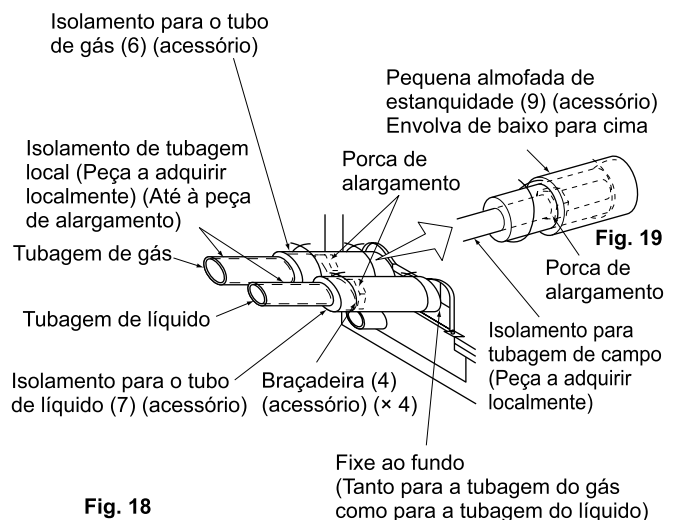

Fig. 18
- Certifique-se de que realiza os trabalhos de isolamento térmico na secção de ligação de tubos depois de verificar se há fugas de gás, analisando exaustivamente a seguinte figura e utilizando os materiais de isolamento térmico fornecidos (6) e (7). (Aperte ambas as extremidades com braçadeiras (4) (acessório).) **(Consulte a Fig. 18)**